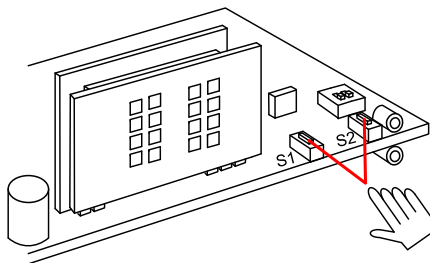

Рис. 5
1. Выключить и включить питание радара.**2. Кратковременно нажать кнопку S1 или S2 на плате внутри радара (рис. 5).**